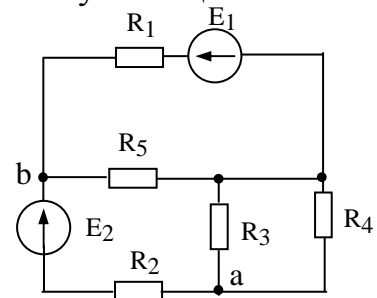

Рис.1.4.20
1.4.20. Определить ток в ветви ab (рисунок 1.4.20), если $E_1=90$ В, $E_2=150$ В, $R_1=30$ Ом, $R_2=10$ Ом, $R_3=40$ Ом, $R_4=40$ Ом, $R_5=60$ Ом.